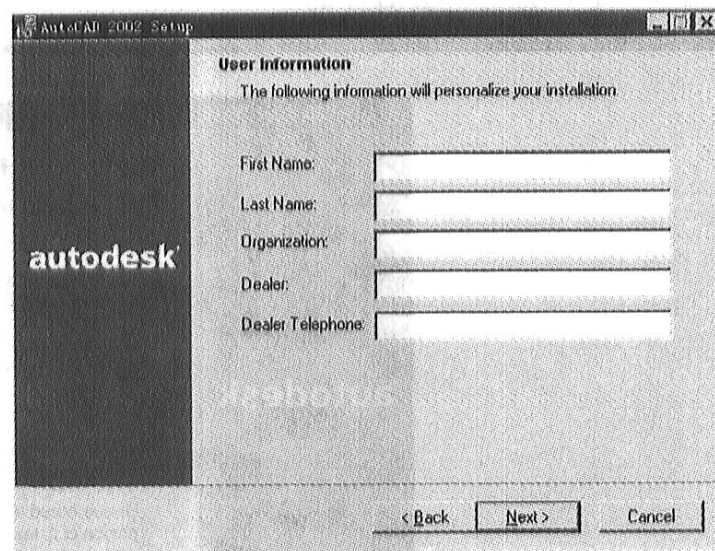

图 1-5 输入个人信息
6) 安装程序弹出 Personal Information (个人信息) 对话框, 要求您输入您的 First Name (名)、Last Name (姓)、Organization (单位)、Dealer (经销商名称) 和 Dealer Telephone (经销商电话), 如图 1-5 所示, 输入完成后按“Next”进入下一步。